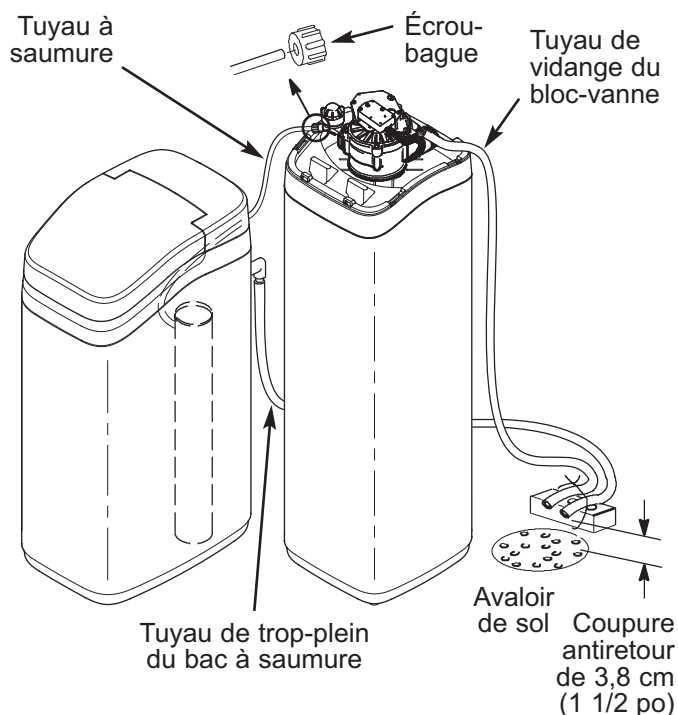

FIG. 13
- Raccordez le tuyau à saumure au pavillon d'aspiration avec l'écrou-bague d'extrémité fourni (cf. Figure 13).